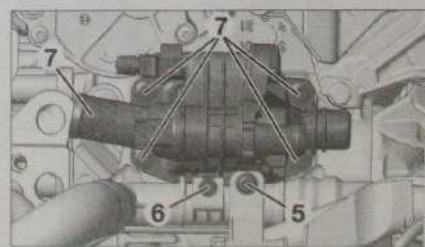

Fig. 27
- la vis de maintien du guide (5) (Fig. 27),
- la vis de maintien du tube d'eau (6),
- les 4 vis (7) de fixation du boîtier thermostatique,